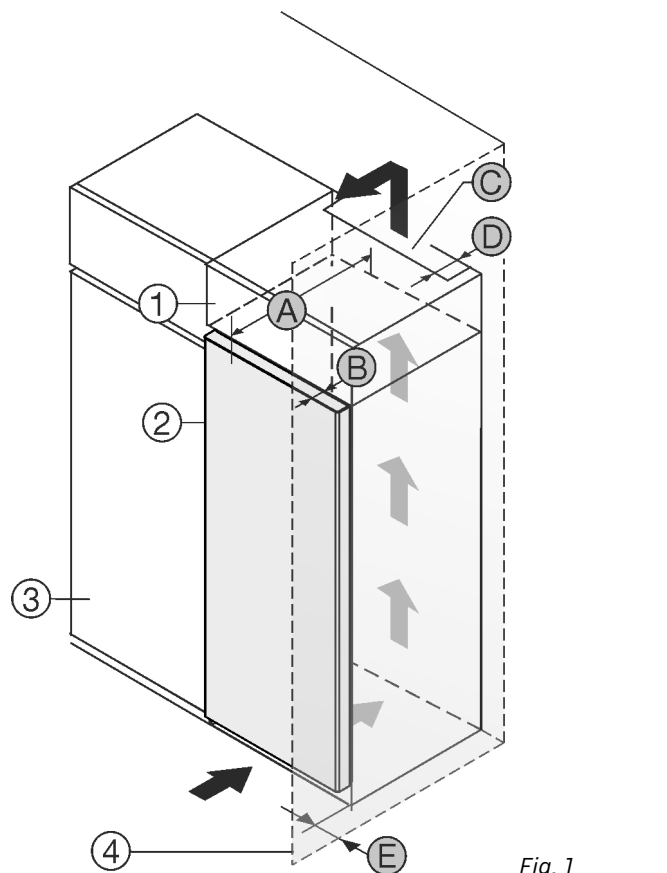

Fig. 1
Пристрій встановити безпосередньо поряд із кухонною шафою Fig. 1 (3).\*
Зі зворотного боку шафи для встановлення на пристрій слід передбачити вентиляційну шафу завглибшки Fig. 1 (D) на всю ширину цієї шафи.\*
Слід дотримуватись вентиляційного отвору Fig. 1 (C) в стелі приміщення.\*
Якщо пристрій із шарнірами встановлюється поряд зі стінкою Fig. 1 (4), відстань між пристроєм та стінкою повинна бути не менше 13 мм. \*
Якщо пристрій із шарнірами встановлюється поряд зі стінкою Fig. 1 (4), відстань між пристроєм та стінкою повинна бути не менше 57 мм. Це відповідає необхідній відстані для ручки після відкривання дверцят.\*